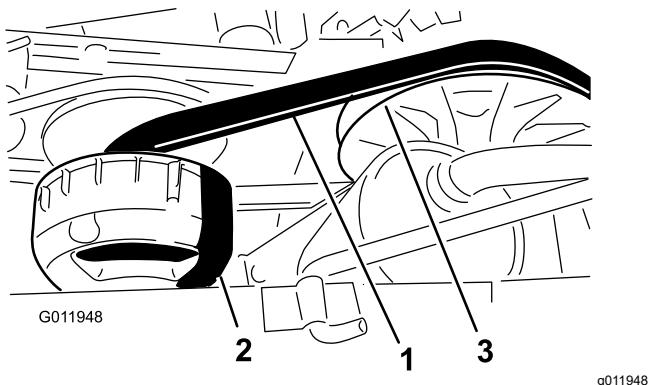

Figure 69
4. Faites tourner la courroie (Figure 69) et vérifiez qu'elle n'est pas excessivement usée ou endommagée.
3. Faites tourner la courroie et faites-la passer sur l'embrayage secondaire (Figure 69).
4. Enlevez la courroie de l'embrayage primaire (Figure 69).
5. Alignez la courroie neuve sur l'embrayage principal (Figure 69).
6. Faites tourner la courroie et faites-la passer sur l'embrayage secondaire (Figure 69).